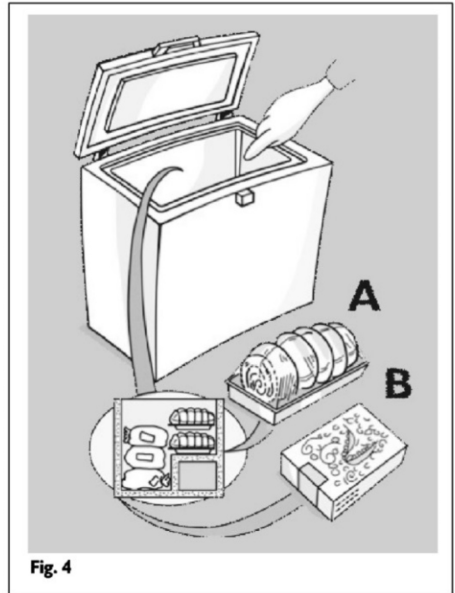

Fig. 4
• Placez les aliments à congeler directement en contact avec les parois de l'appareil (fig. 4).